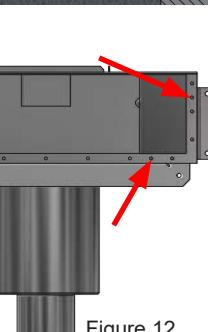

Figure 11.
- Avant la coulée, masquez la bride et les ouvertures exposées du déversoir pour éviter les tâches de béton. Les ouvertures sur le bord arrière du déversoir pour détecteur de niveau, débordement et remplissage peuvent être obturées avec les bouchons fournis, voir figure 11.